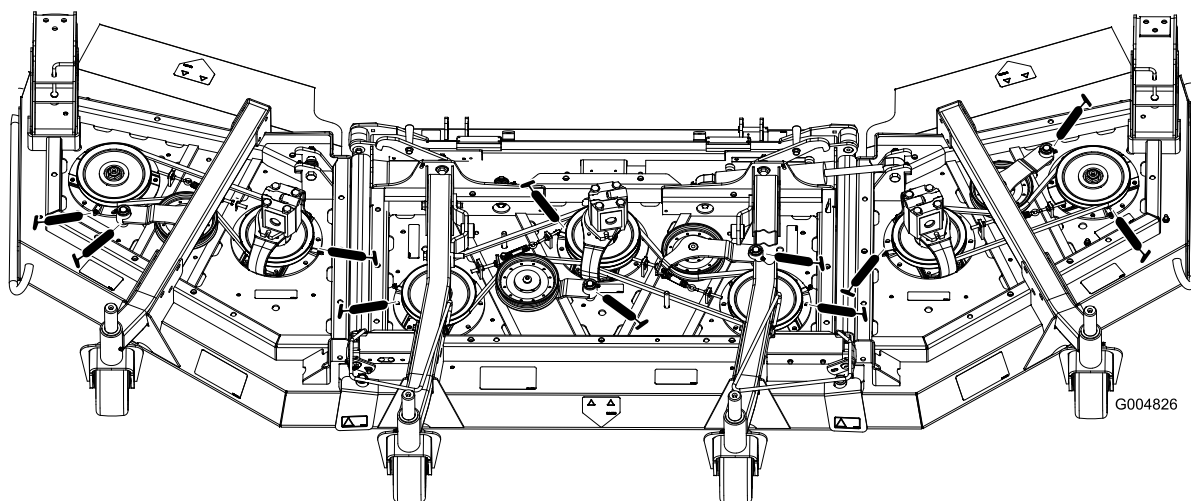

Figura 68
- 3 cuscinetti dell'asse del mandrino – situati sotto la puleggia (Figura 68)
- 2 boccole orientabili del braccio di rinvio (Figura 68)